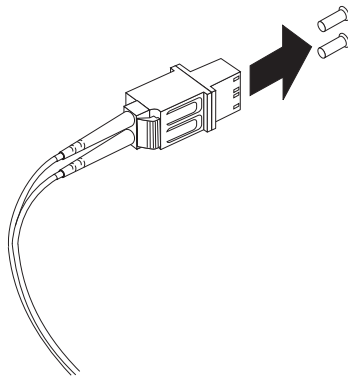

Figura 25. Removendo as Capas de Proteção do Adaptador de Cabo LC-SC
3. Remova as duas capas protetoras da extremidade do conector LC do adaptador de cabo LC-SC, conforme mostrado na Figura 25. Guarde as capas protetoras para uso futuro.